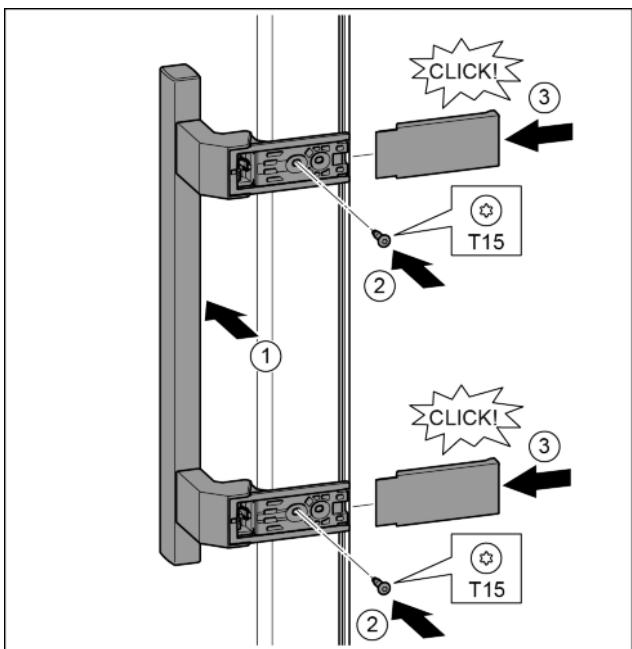

Fig. 34
- Nasadte madlo na protilehlé straně. Fig. 34 (1)
- Šroubovákem T15 pevně utáhněte šrouby. Fig. 34 (2)
- Kryty bočně nasadte a nasuňte. Fig. 34 (3)